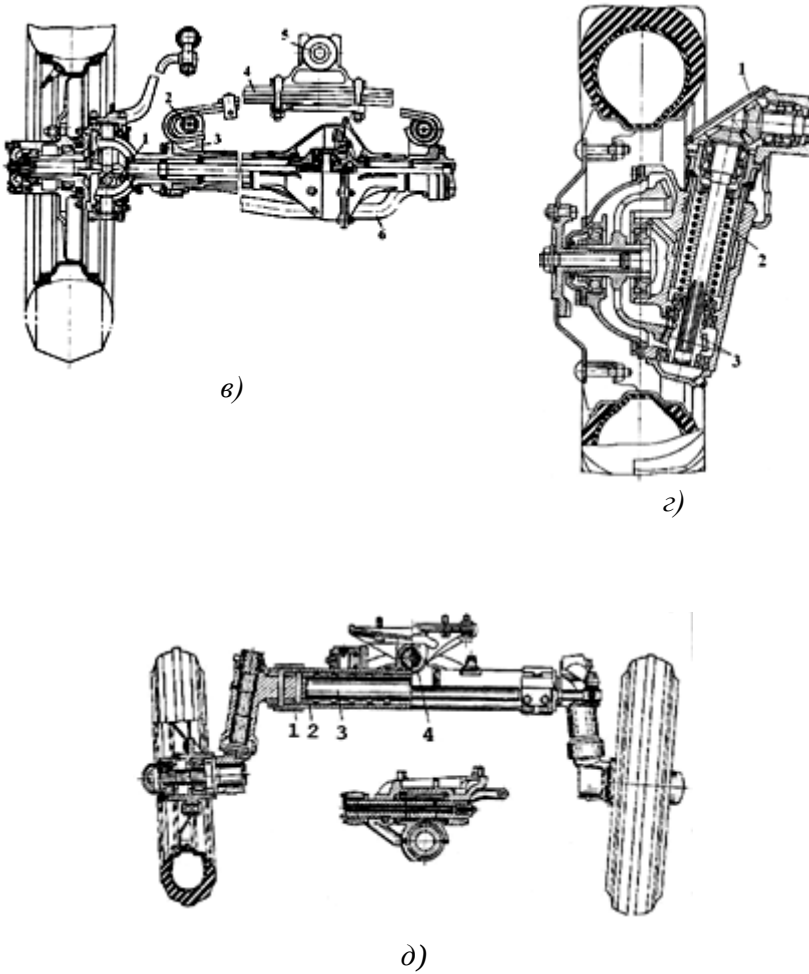

Рисунок 4.13 – Елемент конструкції трактора
25. На рис. 4.13 *a-d* приведений спосіб підведення потужності до передніх коліс. Поясніть принцип передачі моменту від двигуна до передніх коліс. Як називається основний елемент, що розподіляє потік потужності між осями?